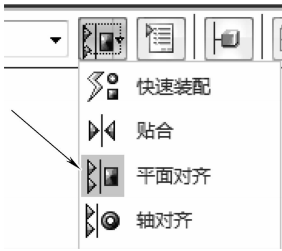

图 8-59 选择“平面对齐”
(3) 在【装配】的下拉箭头中选择【平面对齐】按钮，如图 8-59 所示。